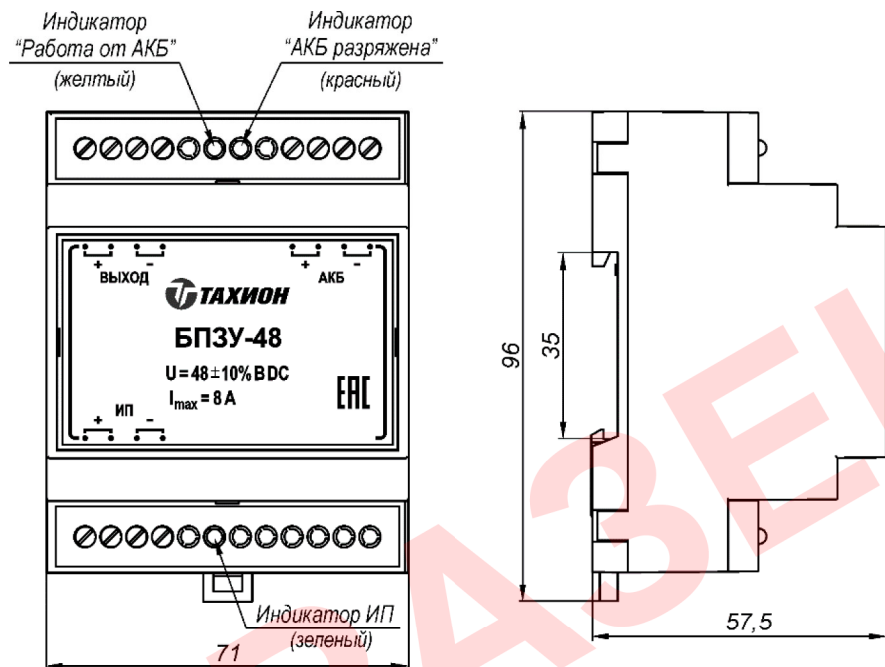

Рисунок 1 – Габаритные размеры
15. Габаритные размеры (см. рисунок 1) 90x70x58 мм
При наличии напряжения в электрической сети и, соответственно, наличии напряжения от источника питания 48 В, реле обесточено, и через нормально замкнутые контакты реле, напряжение поступает на выход устройства для питания аппаратуры, одновременно заряжаются (подзаряжаются) аккумуляторные батареи (АКБ). При этом на изделии светится зелёный индикатор ИП (см. рисунок 1).